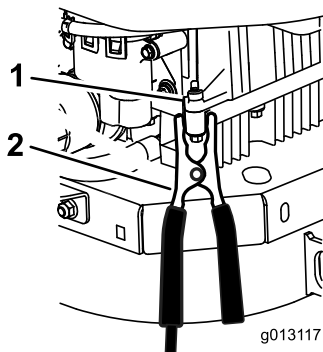

Рисунок 51
6. Подсоедините другой конец черного кабеля к **блоку цилиндров** (не к отрицательному штырю аккумуляторной батареи) машины с разряженной аккумуляторной батареей на достаточном расстоянии от аккумуляторной батареи и отойдите назад (Рисунок 51).